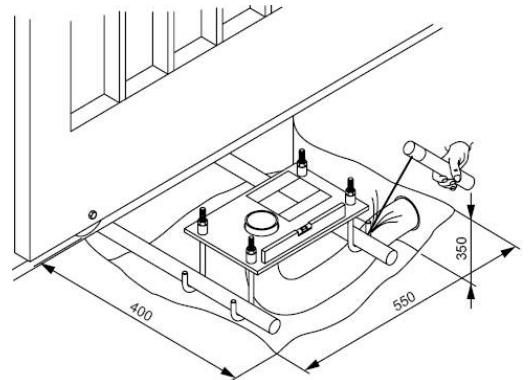

рис.3
- Пластина-основание должна крепиться этикеткой к воротам (см. рис.3).
- Сделайте отверстие в земле, куда потом будет устанавливаться монтажная пластина, размер указан на рис. 3, и цементироваться. Зазор между зубчатым колесом моторредуктора и зубчатой линейкой должен составлять 4-5мм.